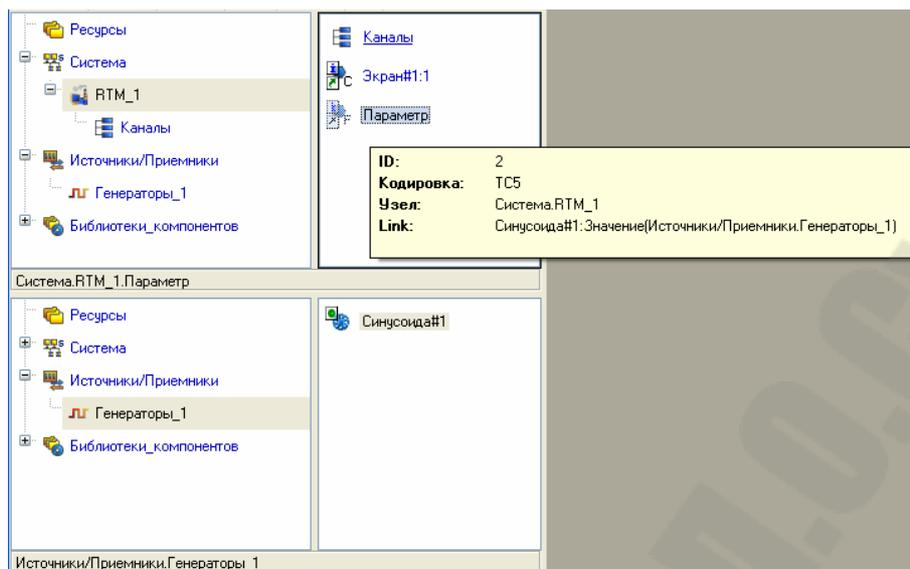

Рисунок 2.22 – Вид окна проекта после привязки генератора к каналу
- перетянем созданный источник на узел RTM_1 в слой «Система», а затем, в открывшемся окне компонентов, на канал «Параметр» и отпустим ЛК (рисунок 2.22).